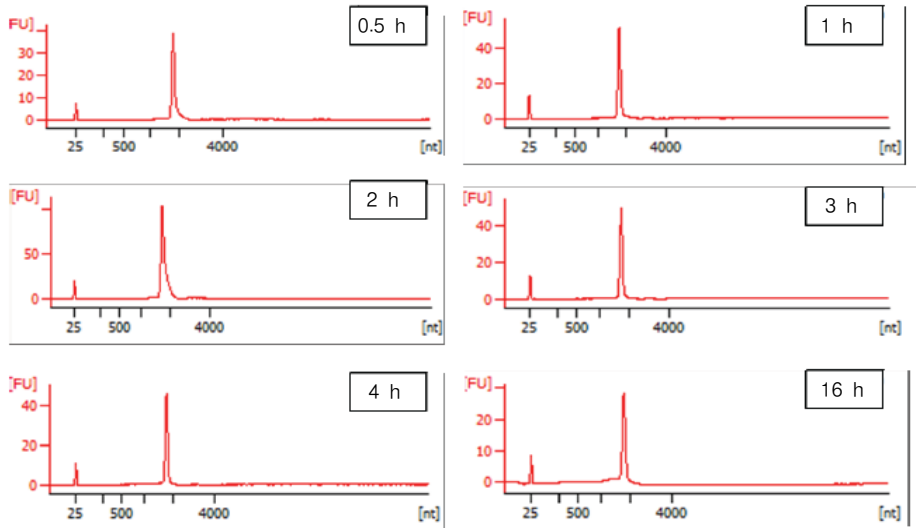

图 7 B. 使用 Bioanalyzer 分析 RNA 产物
- 请根据目标长度和所需的 RNA 产量调整反应时间。（参照图 7 A/B）。